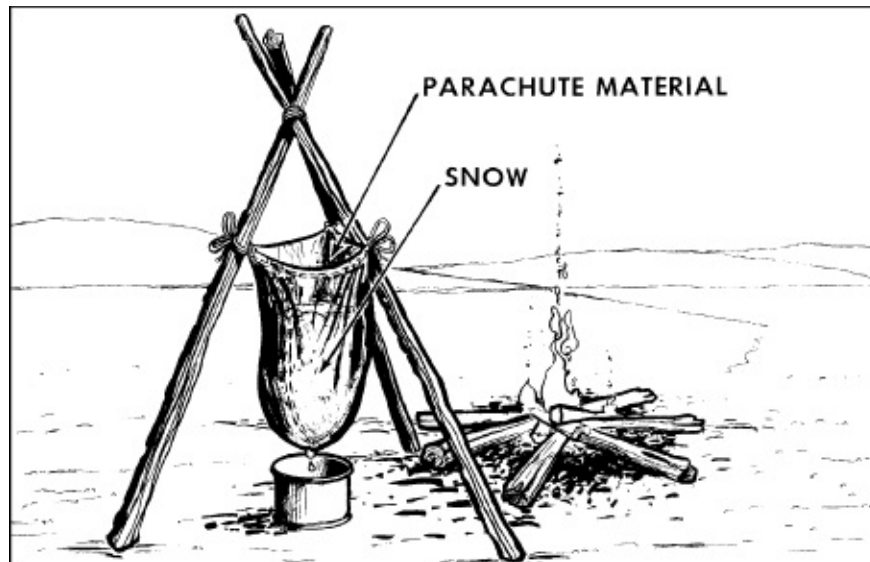

Figure 7-3. Water generator
- (d) Use a water generator (**Figure 7-3**).
- (6) Open seas.